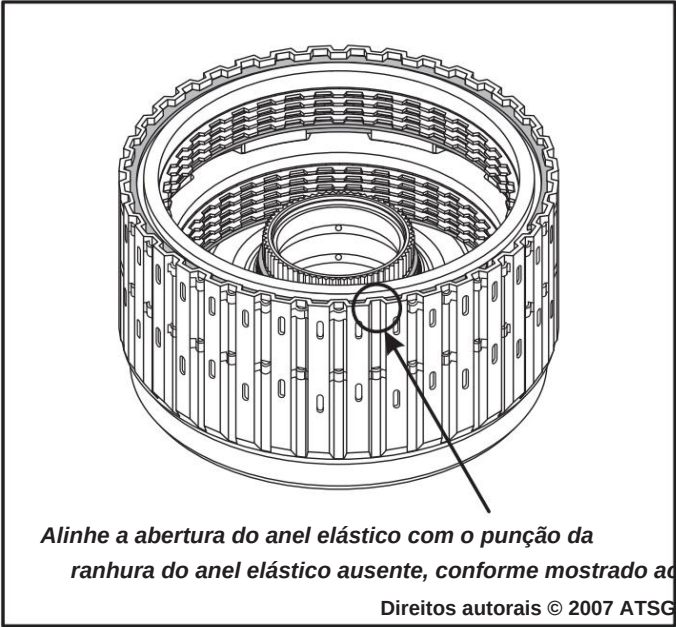

Figura 102
**Observação:** A abertura do anel elástico deve estar alinhada com o punção da ranhura do anel elástico ausente no alojamento, conforme mostrado na Figura 102.